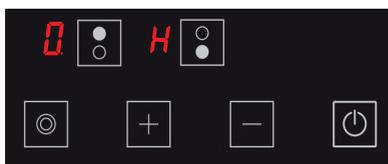

Figure 13
3. Si une plaque de cuisson est toujours chaude après 20 secondes, le symbole **H** s'affiche jusqu'à ce que la température de la plaque de cuisson pertinente devienne inférieure à +60 °C. (voir Fig. 13) Aucune icône ne s'affiche après l'extinction de la cuisinière si la plaque de cuisson pertinente n'est pas chaude.